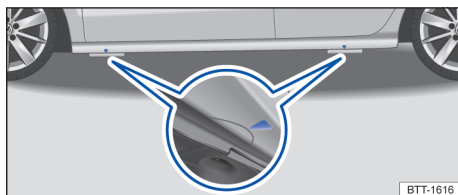

Fig. 236 Pontos de apoio para o macaco.
Coloque o macaco apenas nos reforços da parte inferior do veículo encontrados atrás das marcas existentes na carroceria → Fig. 236. O ponto de apoio válido é o que se encontra junto à roda correspondente → .
5. Busque sob o veículo o ponto de apoio para o macaco → Fig. 236 que se encontre mais próximo à roda a ser substituída.